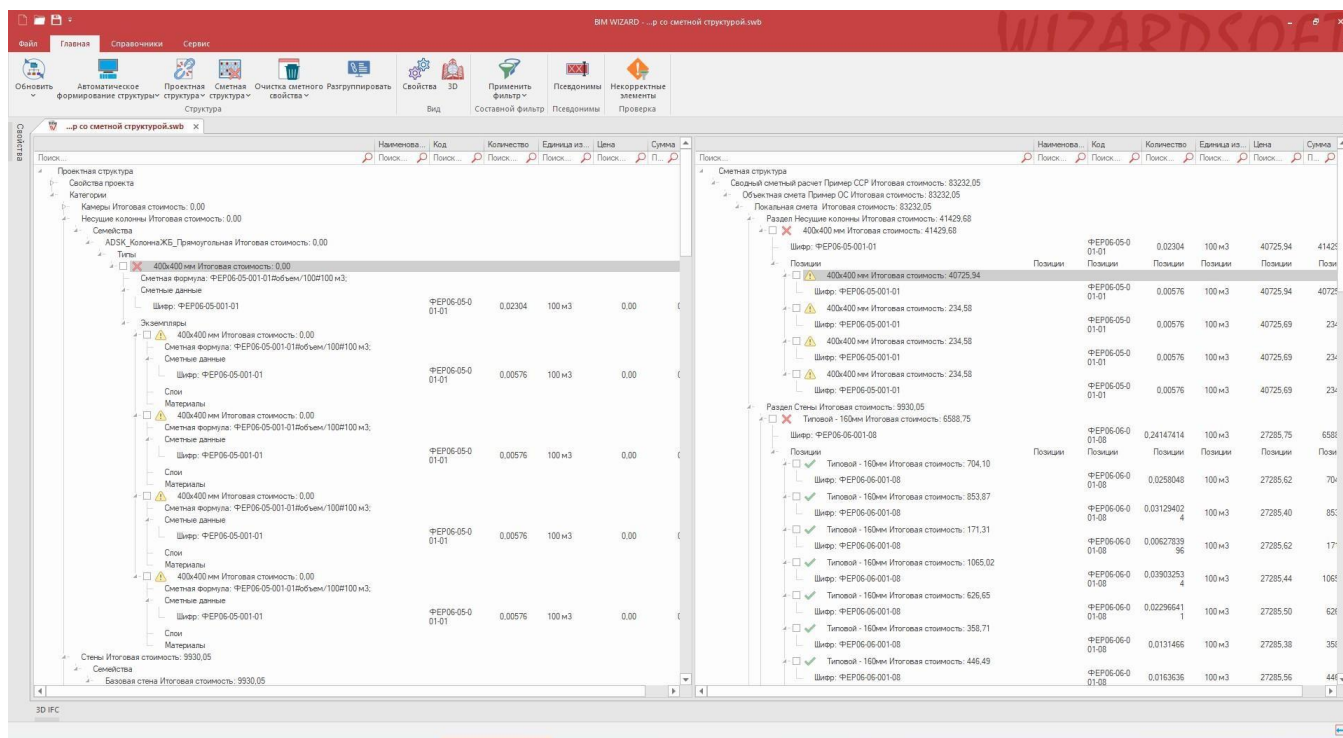

Рис. 4.1 Структура элементов проекта
3. В левой части в виде иерархической структуры отображается информация об элементах проекта с заданными сметными свойствами, выгруженными из Revit (рис. 4.1).